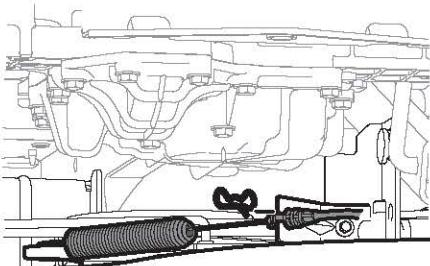

Figura 39
- Extraiga el pasador de chaveta que sujeta el cable de la PTO al soporte de la plataforma, tire hacia atrás del cable de la PTO, luego deslicelo fuera del soporte y desenganche el resorte de la polea loca (Figura 39).